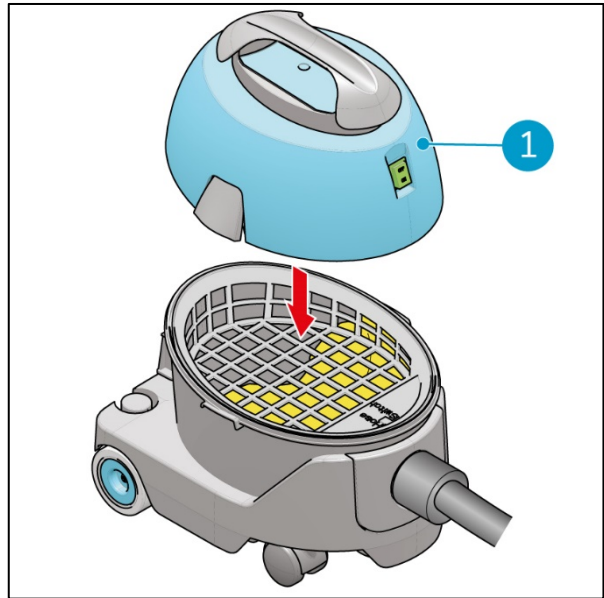

Figura 20
2. Posizionare di nuovo la parte superiore (Figura 20, pos 1) sul corpo principale.